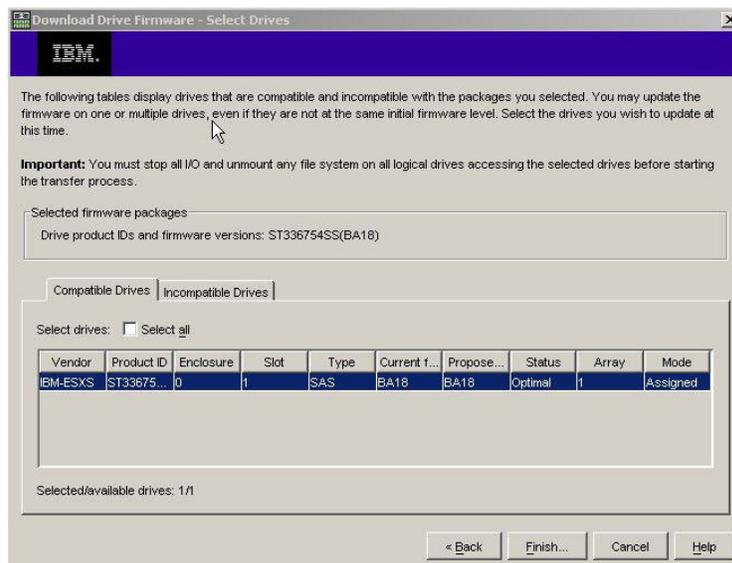

Figure 31. Fenêtre Select Drive
8. Dans la fenêtre Select Drive (voir la figure 31), cliquez sur l'onglet **Compatible Drives**. La page Compatible Drives contient une liste des unités compatibles avec les types de package de microprogramme que vous avez sélectionnés. Appuyez de manière prolongée sur la touche **Ctrl** et utilisez la souris pour sélectionner plusieurs unités individuellement ou appuyez de manière prolongée sur la touche **Maj** en utilisant la souris pour sélectionner simultanément plusieurs unités de la liste. Le microprogramme compatible que vous avez sélectionné aux étapes 4 et 5 est téléchargé sur les unités de votre choix.